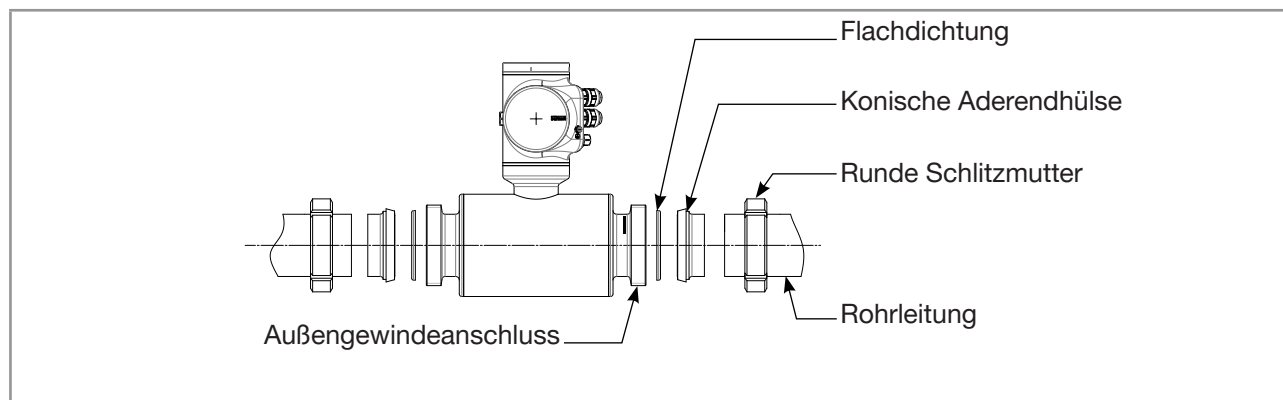

Abb. 19: Reihenfolge der Montage des Zubehörs
1. Runde Schlitzmutter auf das Rohr setzen. Montagerichtung der runden Schlitzmutter beachten, damit diese auf die Außengewindeanschlüsse des Geräts geschraubt werden können. Siehe Abb. 19.